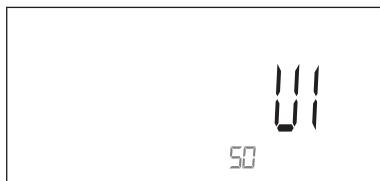

Рис. 3
3. Потім перейдіть у Налаштування користувача. За допомогою регулятора (Encoder) виберіть профіль користувача U1 ~ U4, а потім введіть дані: стать вік (A), ріст (H) (Рис. 3), вага (W) та підтвердіть за допомогою MODE.